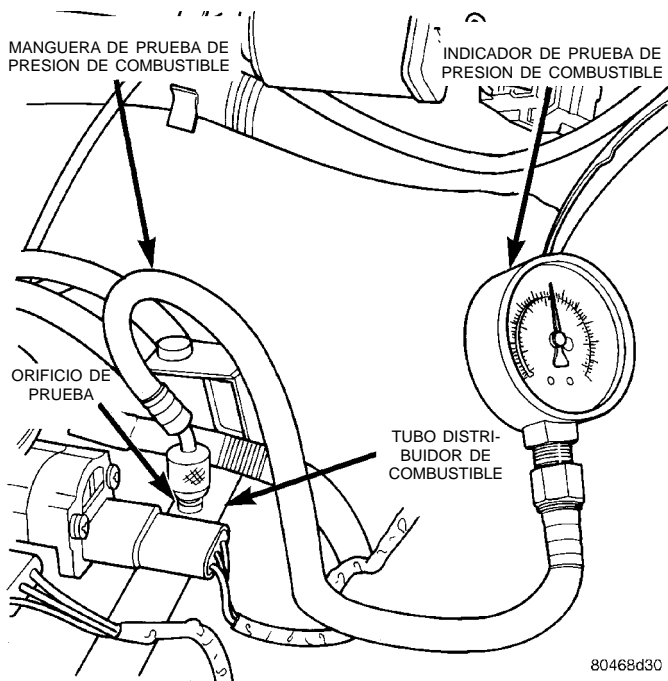

Fig. 8 Orificio de prueba de presión de combustible—Motores de 5.2L/5.9L—Característico
NOTA: El orificio de prueba de presión de combustible sólo se utiliza en determinados motores. Si está instalado, este orificio de prueba está emplazado en el tubo distribuidor de combustible cerca del sensor de posición de la mariposa (Fig. 8). El orificio de prueba tiene una tapa sellante rosca.
(1) Retire la tapa protectora del orificio de prueba del tubo distribuidor de combustible. Conecte el indicador de presión de combustible de 0–414 kPa (0–60 psi) (del juego de indicadores 5069) al racor del orificio de prueba de presión del tubo distribuidor de combustible (Fig. 8).